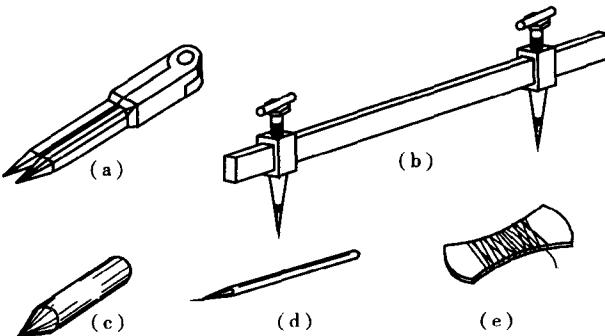

图 1-2 常用工具
(2) 常用工具有画规、地规、样冲、画针、手锤、粉线等(见图 1-2)。
1) 画规：如图 1-2 (a) 所示，也称圆规，用于画较小的圆或圆弧，也可用来截取线段。长度大小不同，一般用于画 1m 以
2) 地规：如图 1-2 (b) 所示，用途与画规类似，只是用于画较大半径的圆。一般由工人自制。为防止画线时转动，最好用方管制作。焊上螺丝钉，下端最好焊上硬质合金尖，以防磨损。松开锁紧螺钉，即可对其两画脚距离进行调节。
3) 样冲：如图 1-2 (c) 所示，是用工具钢制成的，常用废钻头改制。样冲尖部磨成  $45^{\circ}\sim60^{\circ}$  的尖角，并淬火硬化。放样时，用样冲来打标记。画圆时可在圆心处打小坑以保证规脚的位置。钻孔时打样冲眼使钻头容易找正。圆筒构件的筒身下料时，用其标注中心线，以备装配时找正。
4) 画针：如图 1-2 (d) 所示，一般用碳钢锻制而成，长度约 220~300mm，直径为 3~6mm，尖端磨成  $10^{\circ}\sim20^{\circ}$ 。尖端最好用铜焊上硬质合金。磨硬质合金时，一定要轻磨常蘸水，防止合金钢退火。
5) 粉线：见图 1-2 (e)，多用棉质细线、丝弦缠在粉线轴或胶皮上，用粉笔摩擦在线上打线。丝弦在使用前要用水煮一下，使其变软。粉线多用于画大尺寸工件。用手提时要拿正，防止打出弧线。